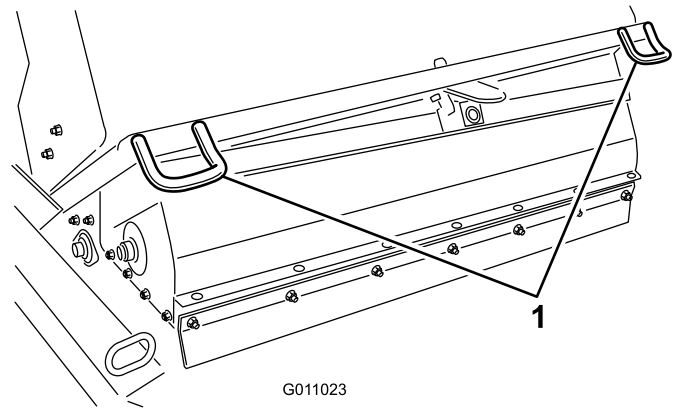
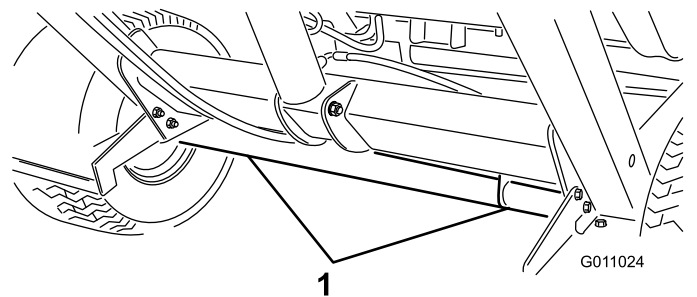

Figura 31
Figura 32
- Para transportar la barredora, utilice los puntos de amarre para sujetar la parte delantera de la máquina (Figura 31) y el eje (Figura 32) para sujetar la parte trasera de la máquina al remolque.